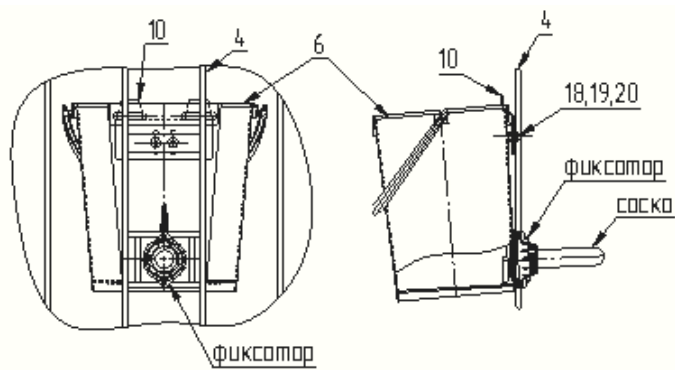

Рис.5 Схема установки и регулировки кронштейна поилки
Кронштейн (10) крепежными деталями (18, 19, 20). Шайбу(19) ставить со стороны пазов на кронштейне (10). Кронштейн отрегулировать согласно указания Рис.5
Для кормления (поения) теленка поилка (6) навешивается на специальный кронштейн (10) расположенный в левой верхней части передней стенки (Рис6). Поилка имеет на соске фиксатор от произвольного снятия с кронштейна (Рис.5). Порядок установки фиксатора при установке, фиксации и снятии поилки с кронштейна указан на этикетке расположенной на поилке над соской.